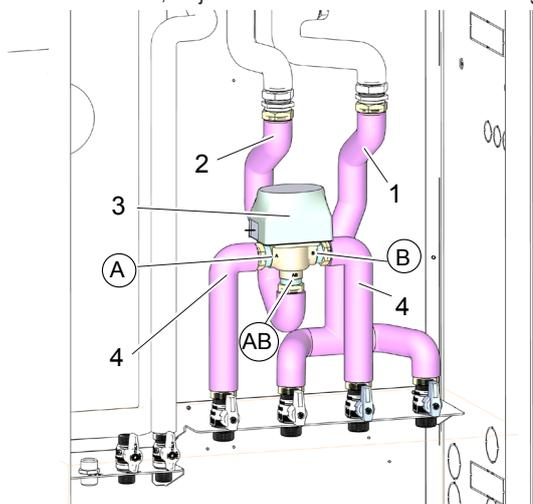

Abb. 54 -
- Rohrleitung 3841U200 (Det. 1 "Abb. 54 -")
- Rohrleitung 3841U180 (Det. 2 "Abb. 54 -")
- Umschaltventil (Det. 3 "Abb. 54 -"), wobei darauf zu achten ist, es mit den am Körper aufgedruckten Buchstaben wie in "Abb. 54 -" angegeben zu montieren
- Rohrleitungen 3841U190 (Det. 4 "Abb. 54 -")